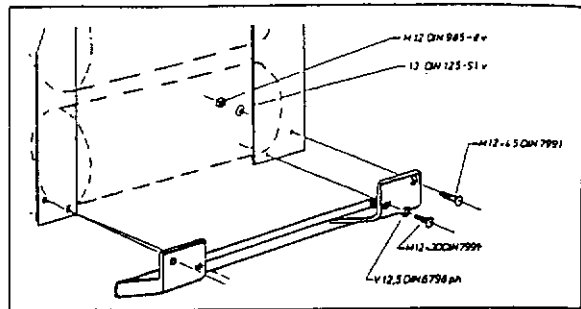

Bild 6
- Der Winkel am Häckselaggregat (siehe Bild 6) muß bei Varianten mit Metallortung durch die Traverse 4080 00000 1 ersetzt werden.